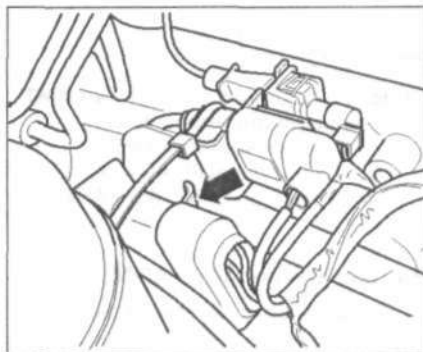

Рис. 7.19. Присоедините измерительное устройство к ТНВД (стрелка).
2. Присоедините измерительное устройство к ТНВД (стрелка) (рис. 7.19).